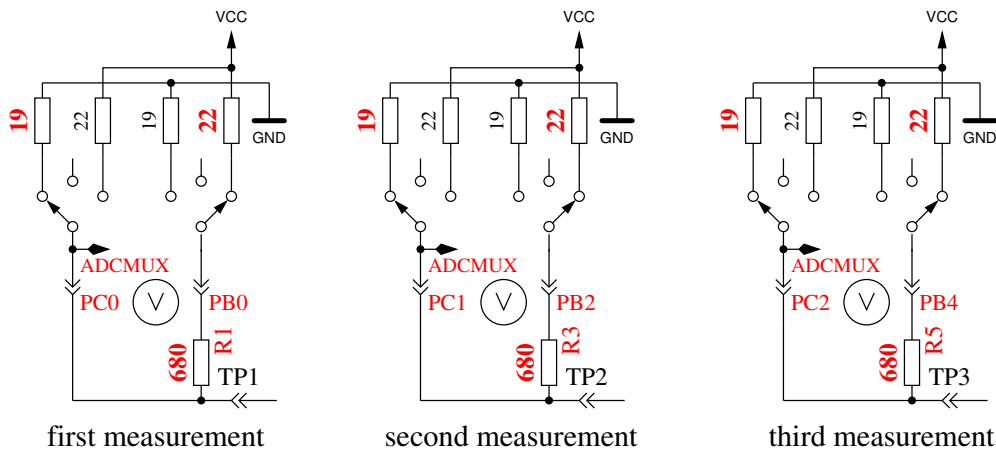

Abbildung 5.62. Messung des Innenwiderstandes von auf GND geschalteten Port-C-Ausgängen.
5. Dieser Schritt testet die **Fähigkeit von mit GND (-) verbundenen 470kΩ-Widerständen (H) die Testpins auf GND zu ziehen.** Zeile 1 zeigt den Text „RH-“. Zeile 2 sollte für alle drei Pinne Null mV anzeigen.
6. Dieser Schritt testet die **Fähigkeit von mit VCC (+) verbundenen 470kΩ-Widerständen (H) die Testpins auf VCC zu ziehen.** Zeile 1 zeigt den Text „RH+“. Der bestmögliche mV Wert für die drei Messungen wäre 0 in Zeile 2, da die Diffenz zu VCC dargestellt wird. Große Abweichungen vom Idealwert für Schritt 5 und 6 sind Fehler wie Isolations-Problem, Flussmittelreste oder beschädigter Port.
8. **Messung des Innenwiderstandes eines auf GND geschalteten Ausgangs.** Dieser und die folgenden Schritte werden nur bei gewählter AUTO_CAL-Option durchgeführt. Die internen Port-C-Widerstände von auf GND (-) geschalteten Ausgängen werden mit dem Strom der nach VCC (+) geschalteten 680Ω Widerstände gemessen, siehe Abbildung 5.62. Es werden nur die drei Pins des ADC-Ports vermessen, die Widerstands-Ports PB0, PB2 und PB4 können nicht ohne Veränderung der Hardware gemessen werden. Es wird angenommen, dass die Portwiderstände von unterschiedlichen Ports nahezu identisch sind. Der Widerstandswert wird im nächsten Schritt mit ausgegeben.